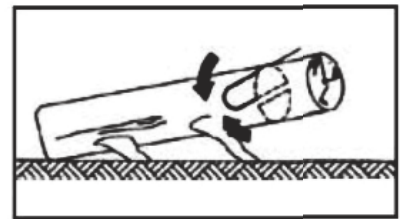

Fig.4B
2. Se tronco viene supportato su un'estremità: per prima cosa tagliare dal basso (depezzatura da sotto) 1/3 del diametro del tronco per evitare scheggiature. Quindi, tagliare dall'alto (depezzatura da sopra) per incontrare il primo taglio ed evitare di incepparsi (Fig. 4B).